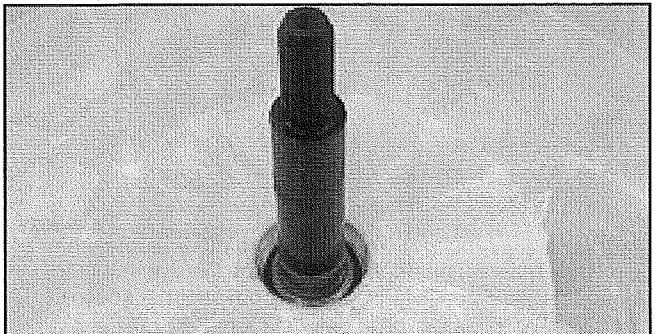

FIGURE 15
23. Monter l'arbre d' entraînement neuf (vérifier que le manchon d'usure est en butée sur le roulement supérieur). Voir *Figure 15*.